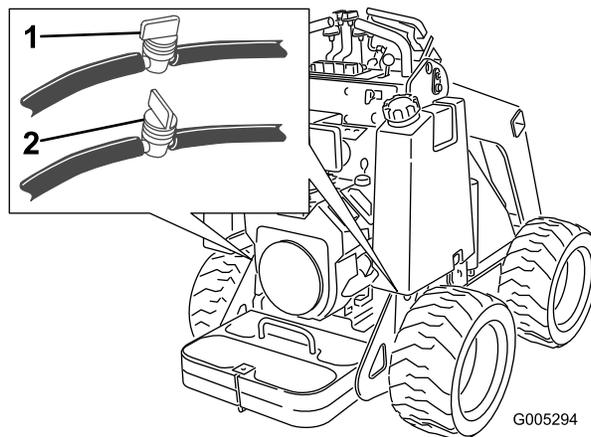

Рисунок 30
3. Закройте топливный клапан на днище каждого топливного бака (Рисунок 30).
3. Закройте топливный клапан в шланге около дна топливного бака (баков), как показано на Рисунок 30.
8. Откройте топливный клапан (клапаны) в шланге (шлангах) около днища топливного бака (баков), как показано на Рисунок 30.